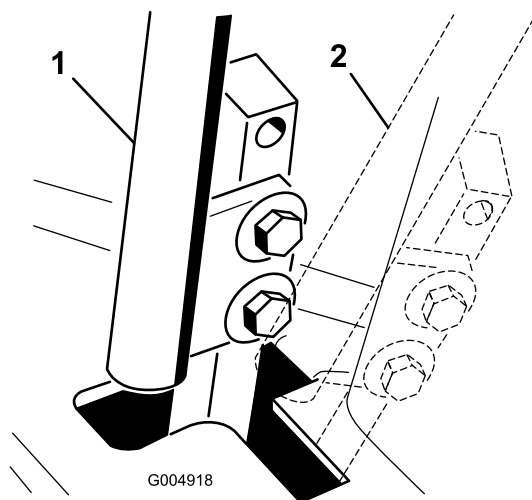

Figura 54
4. Mueva la palanca de control a la posición de **PUNTO MUERTO**, pero **no a la posición de bloqueo** (Figura 54).
6. Compruebe la posición de la palanca de control con relación a la muesca de la consola (Figura 54).